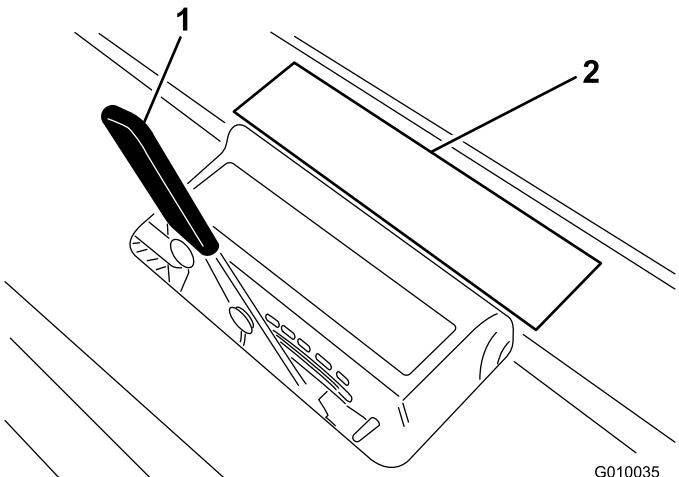

図 28
- タインの打ち込み深さチャート (図 28) の、希望する打ち込み深さの位置に、タインの端を合わせてみる。